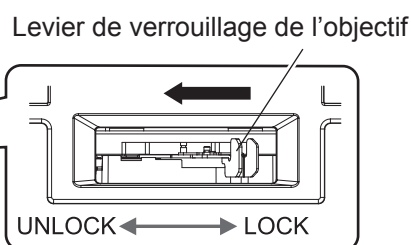

Fig. 4
- 4) **Alignez le repère de l'objectif de projection (rouge) avec le repère saillant du projecteur, puis insérez l'objectif de projection à fond. (Fig. 4)**
**3) Tout en maintenant l'objectif de projection, pincez le levier de verrouillage de l'objectif et tournez-le vers le côté Unlock. (Fig. 4)**